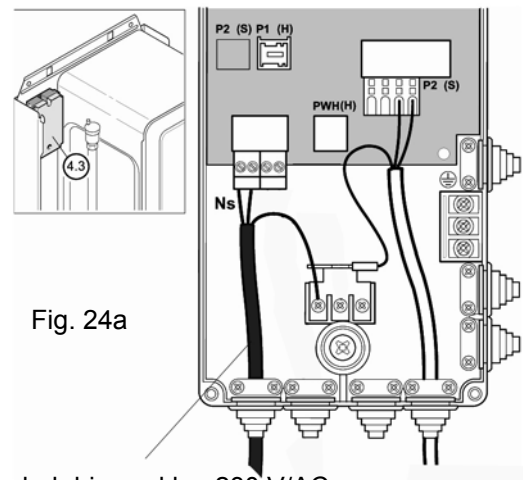

Fig. 24a
8.8.4c. Storacell-boiler aansluiten bij TOP 42 ZBR (fig. 24a en 24b)
- Driewegklep (set ERIE, bestelnummer 8 722 939 005) aansluiten volgens fig. 24a en 24b.